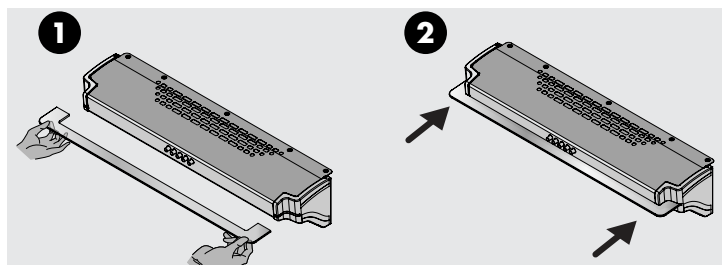

Figura 13
1. Lleve el vidrio de forma horizontal e introduzcalo en la ranuras de los laterales plásticos (Ver figura 13, numeral 1)
2. Asegure el vidrio llevándolo hasta tope (Ver figura 13, numeral 2).